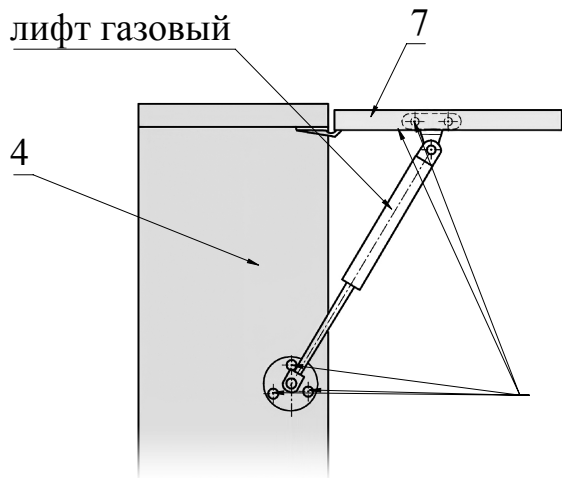

Рис.9
8. При помощи шурупов 3,5x16 установите лифт газовый (Рис. 9).